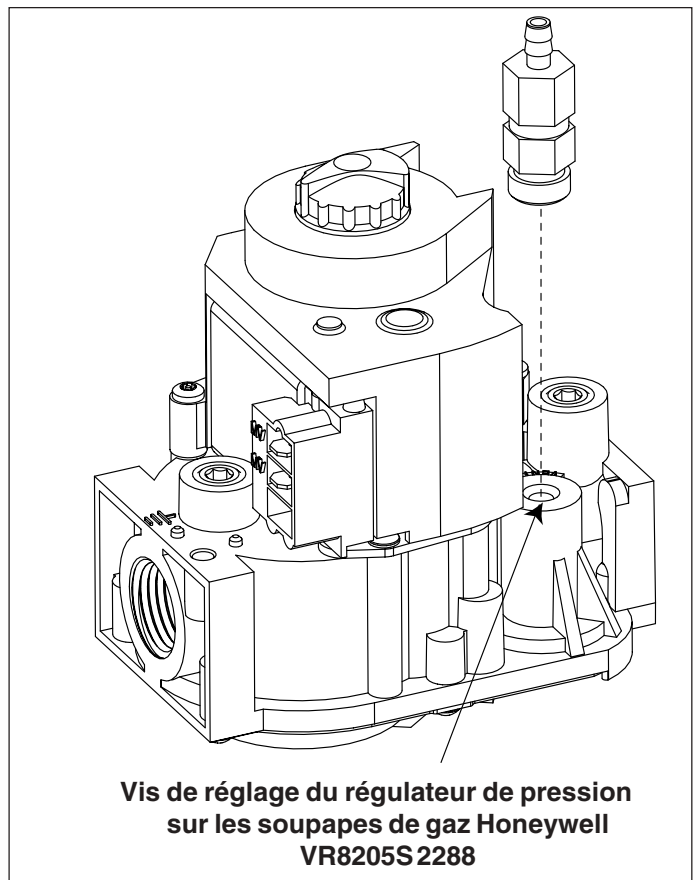

Figure 3
3. Démontez la vis de réglage du régulateur de pression située sous la vis d'assemblage. Dans les chaudières à condensation, la vis de réglage du régulateur de pression se trouve sous le raccord en laiton (figure 3).
2. Avec une clé mâle de 3/16 po, enlever le bouchon de l'orifice de pression d'admission (INLET) sur le côté admission du robinet. Consulter les détails à la figure 3.
1. S'il faut régler la pression dans la tubulure, enlever le capuchon de protection du dessus du détendeur de gaz, comme montré aux figures 3 et 4.